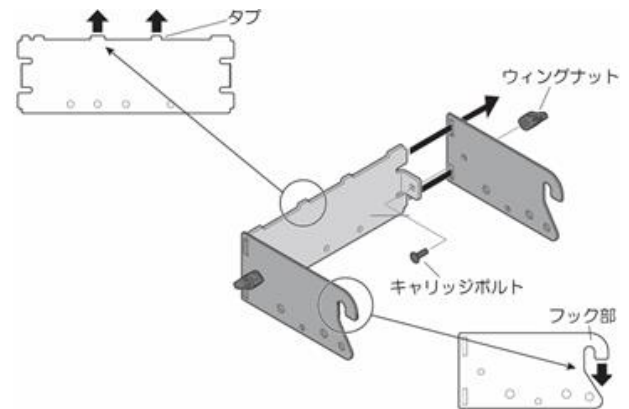
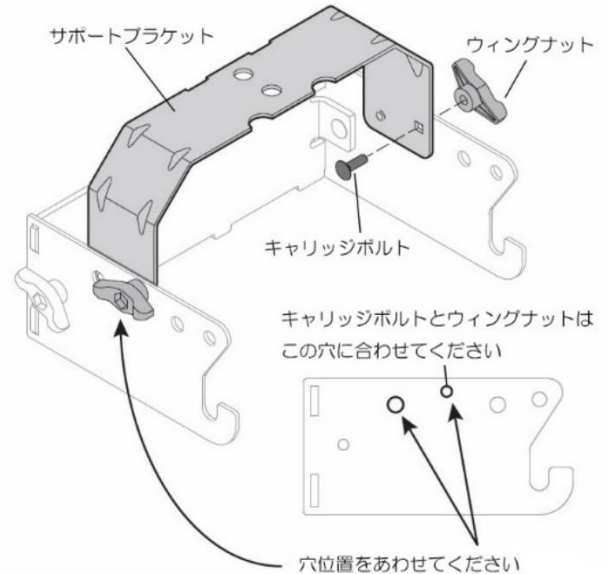

図1
図2
3. 傾斜ゲーシのいずれかの側を対象物に合わせます（図1および図2を参照）。
4. 左隅が斜面に触れるまでゲーシを上下に調整します（図1および図2を参照）。
5. ゲーシの下に隙間がある場合は、傾斜が急すぎで安全に操作できません（図2を参照）。
1. 3枚のヒッチブラケットをコの字に組み付けます。図1を参照してください。下記の部品でしっかりと締め付けてください。
2. 図1に示すように、側面になるブラケットのフックは下向き、背面になるブラケットのタブは上向きにしてください。
3. 組み立てたヒッチブラケットを裏返し、サポートブラケットを取り付けます。図2を参照してください。下記の部品でしっかりと締め付けてください。